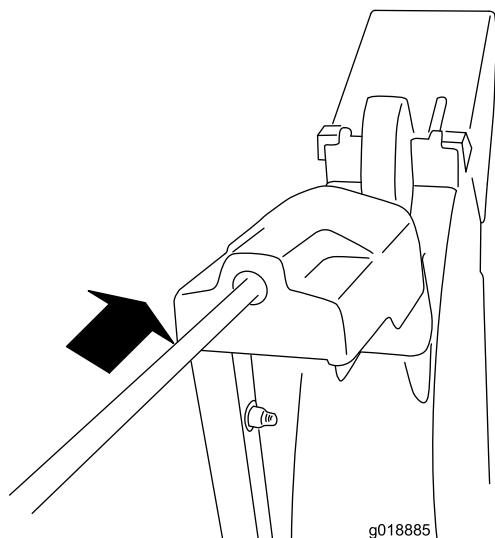

Figure 10
4. Insérez l'avant de la tige dans l'ouverture au dos du couvercle du secteur denté de la goulotte jusqu'à ce qu'il glisse dans le secteur denté (Figure 10).